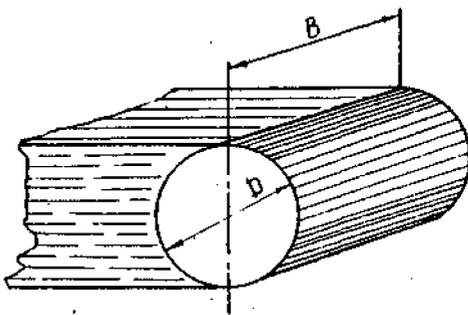

Рис.4.
5. Определить силу гидростатического давления воды на вальцевый затвор шириной B и диаметром D . Найти положение центра давления и угол, под которым равнодействующая проходит через него /рис.4/.